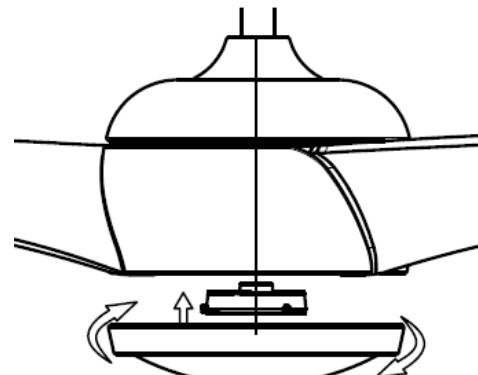

Abb. 9
- Drehen Sie zum Schluss die untere Abdeckung im Uhrzeigersinn an der Lampenfassung fest. Abb. 9.